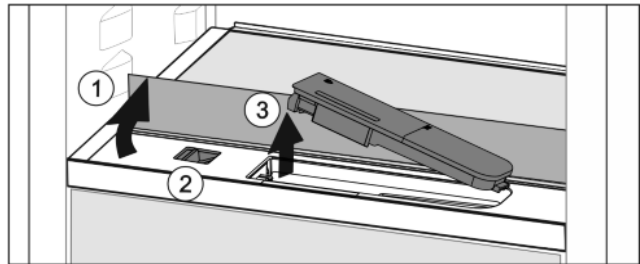

Fig. 38
- ▶ Soulever la tablette et la rabattre vers l'arrière jusqu'à la butée Fig. 38 (1).
- ▶ Pousser le curseur Fig. 38 (2) vers la gauche.
- ▶ Sortir le filtre à eau Fig. 38 (3).